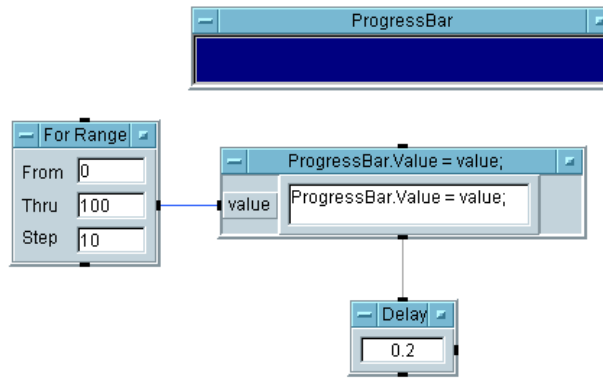

図 8-26. ActiveX コントロール ProgressBar の使用方法
5. ProgressBar が更新されていくのを確認できるように、プログラムの実行速度を遅くするには、[Flow] ⇒ [Delay] を選択し、For Range オブジェクトの右に配置します。.2 に設定します。図 8-26 に示すように、ProgressBar のシーケンス出力ピンを Delay オブジェクトのシーケンス入力ピンに接続し、プログラムを実行します。